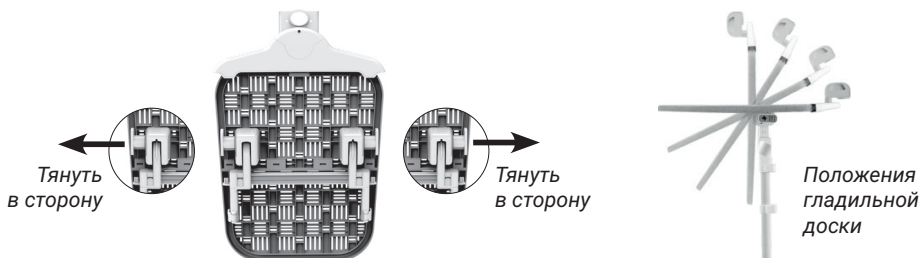

Рис. 5
6. Гладильная доска, идущая в комплекте с отпаривателем, может быть установлена в любом из четырёх положений: вертикальном, горизонтальном или под углом 30 или 60 градусов. Чтобы изменить положение доски, потяните одновременно за фиксаторы, расположенные с двух сторон гладильной доски, наклоните доску под нужным углом и отпустите фиксаторы (рис. 5).